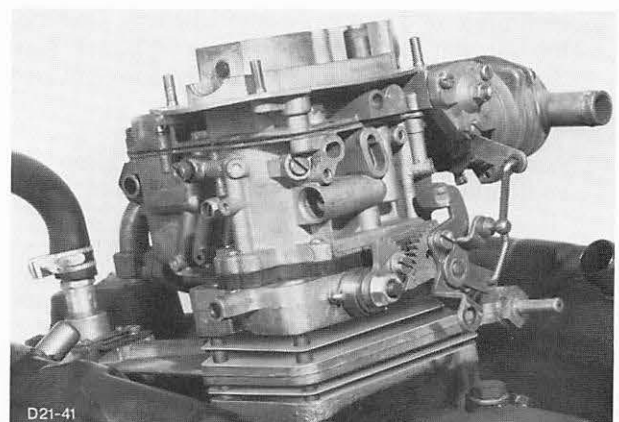

Abb. 214 Vergaser mit Zwischenflansch montieren
21. Vergaser mit Zwischenflansch an Ansaugkopf anbauen. Abb. 214. Unterdruckleitung an Vergaser aufstecken und Heißwasserschlauch an Startautomatik anschließen.